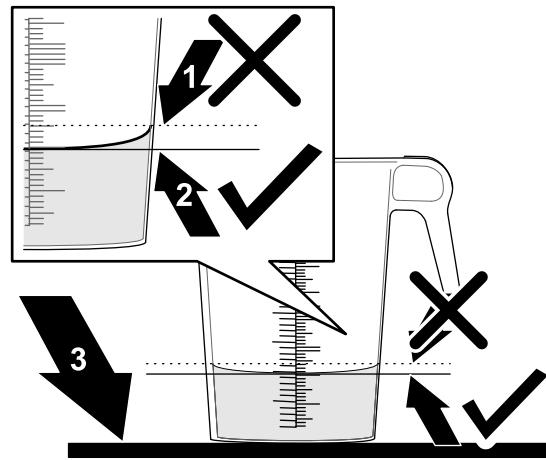

Bild 50
6. Stellen Sie den Behälter mit der Skala auf eine ebene Fläche und notieren Sie das Flüssigkeitsvolumen (**Bild 50**).